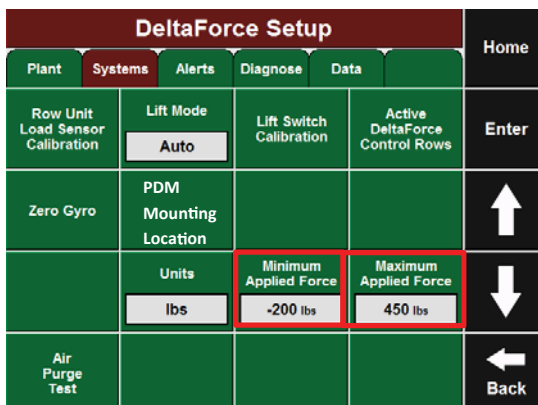

Ilustración 11
2.11 Confirmar la Fuerza Aplicada mínima y máxima. El mínimo debe establecerse en -90,7 kgs. El máximo debe establecerse en el valor elegido por el operador. Estos valores son el mínimo y el máximo que se pueden aplicar a la unidad de fila. Los sistemas OEM generalmente solo aplican hasta 204,1 kgs. de fuerza de descenso. La configuración de fábrica será 204,1 kgs. pero se puede ajustar hasta 294.8 kgs. si es necesario. Consulte la Ilustración 11.